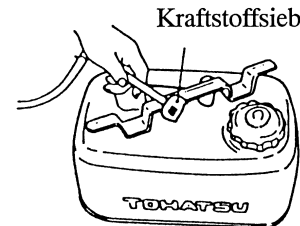

Abb.21: Kontrolle des Siebs im Kraftstofftank
- Sieb im Kraftstofftank kontrollieren (Abb.21).